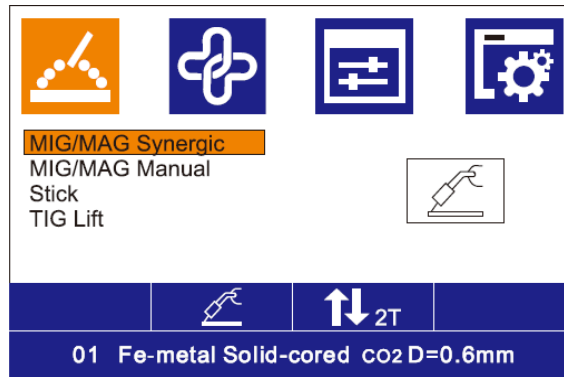

Рис. 1
2) В интерфейсе выбора функций поверните ручку L, чтобы выбрать метод ручной сварки MIG / MAG, и нажмите на нее для подтверждения действия, как показано на рис. 1;
- 2) В интерфейсе выбора функций поверните ручку L, чтобы выбрать метод сварки ручкой, и нажмите на нее для подтверждения действия. смотрите рис. 1;
- 2) В интерфейсе выбора функций поверните ручку L, чтобы выбрать метод сварки TIG Lift, и нажмите на нее для подтверждения действия. Смотрите рис. 1;